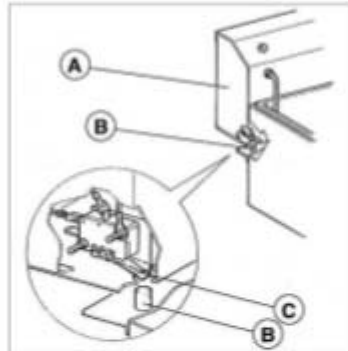

Fig.2 – Abb.2
3. Расположите верх прибора (А рис.2) правильно. Штифт (В рис.2) должен заходить так чтобы он нажимал на рабочий микропереключатель (С рис.2).
- штифт (B рис.2) хорошо вставлен в верх, как описано в пункте Инструкция по применению;